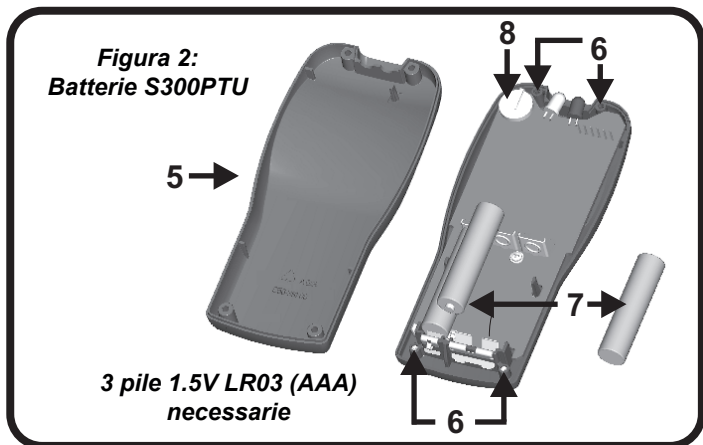

Figura 2:
- Batterie Scariche PTU**: Sostituire le batterie dell'S300PTU. Con riferimento ai **Figura 2** riportati sul fronte della pagina e la **Sezione 7** di seguito
Nota: Vedere la **Figura 2** in prima pagina.